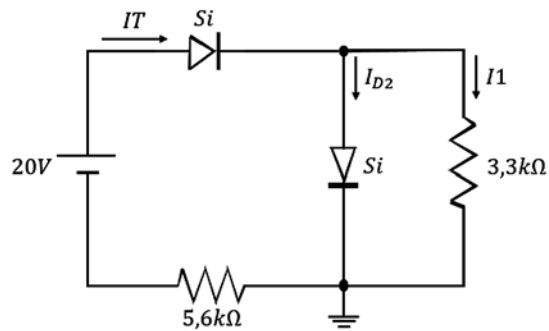

Figura 2.41 Circuito DC con diodos. Fuente: Elaboración propia
e) En el circuito de la figura 2.41, se pide hallar I_{D2} .